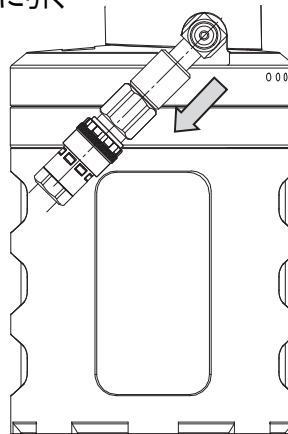

図 4-4
- ② 圧縮空気の供給を止める。(ON-OFF バルブを閉じる)(図 4-4)